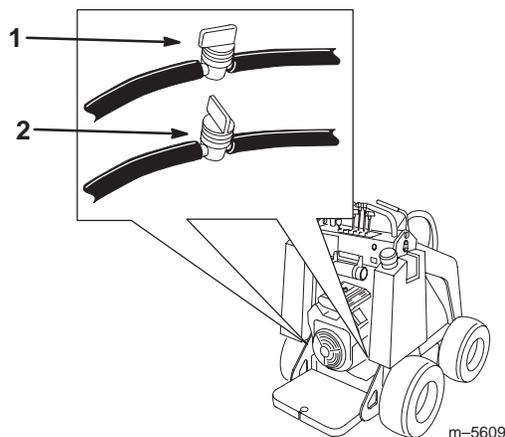

Figura 33
- Si usted tiene un Dingo 323, gire la válvula situada en la manguera cerca de la parte inferior de cada depósito de combustible según lo ilustrado en la Figura 33.
8. Abra la válvula de combustible, situada en la manguera cerca de la parte inferior de cada depósito de combustible, según lo ilustrado en la Figura 33.